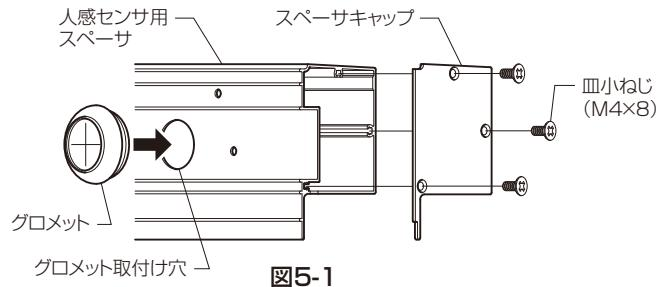

図5-1
- ①人感センサ用スペーサにスペーサキャップ左右1個ずつとグロメットを取付けてください。(図5-1)